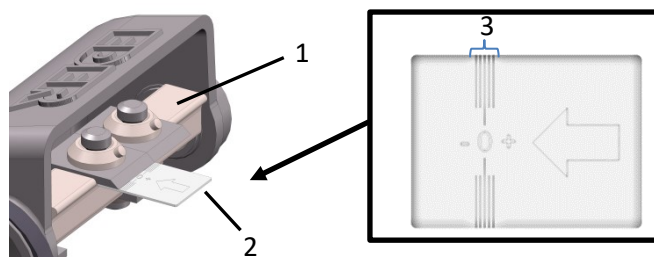

Fig. 7: Indstilling af kniv
- > Skyd skydelære (2 – Fig. 7) i pilens retning under kniven til barkvalse (1 – Fig. 7).
Bemærk: Skærekant på kniv skal befinde sig i markeret omfang (3 – Fig. 7).